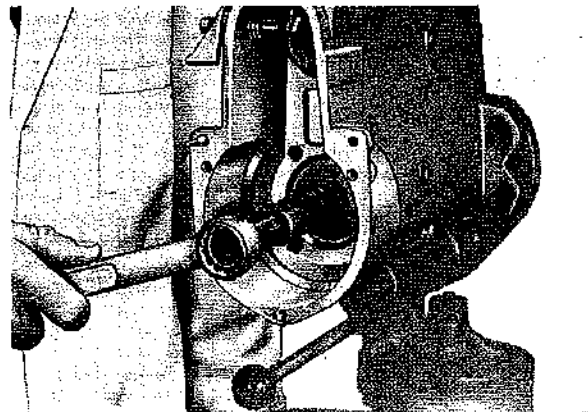

Fig. 90
- Smorzatore 9 utilizzando l'estrattore (Fig. 90).